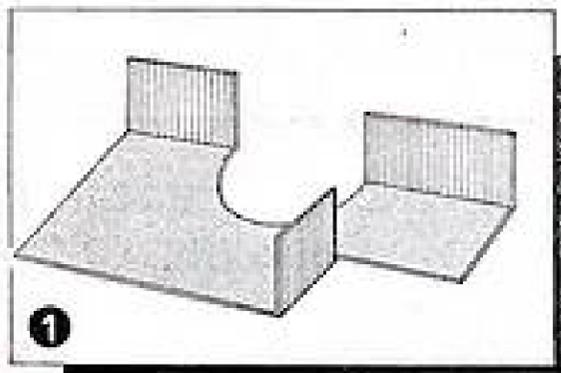
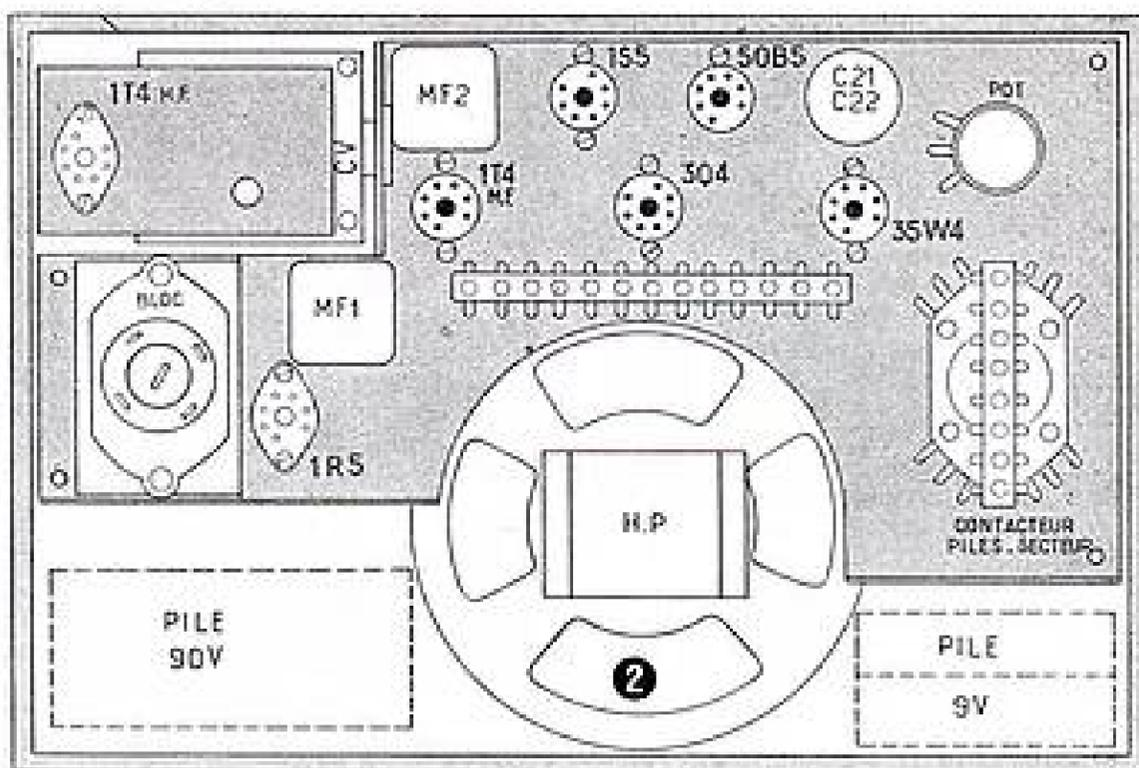

Fig. 1. — Le châssis de l'« Everest Compagnon » est une tôle plane fixée verticalement dans le boîtier.
Fig. 2. — Disposition des pièces à l'intérieur du coffret.
Contrairement aux récepteurs classiques, l'« Everest Compagnon » ne possède pas un châssis qui repose sur le fond de son boîtier. Il consiste simplement dans une plaque de tôle (fig. 1) ne comportant que trois replis : deux, en arrière du dessin, sous lesquels se logent les piles (fig. 2), et un troisième qui sert de support pour le C.V. Ce dernier, un « Aréna » démultiplié, y est fixé par ses trois supports souples habituels. Le châssis est verticalement fixé dans le boîtier par quatre vis à bois. On doit, évidemment, prévoir les tasseaux correspondants à l'intérieur du boîtier.
La figure 2 montre une vue arrière du boîtier. On reconnaît les logements des piles (P), dont l'un contient également le transformateur de sortie, non figuré sur le croquis. Comme le haut-parleur, il est directement fixé sur le boîtier et relié par un fil souple avec le châssis.